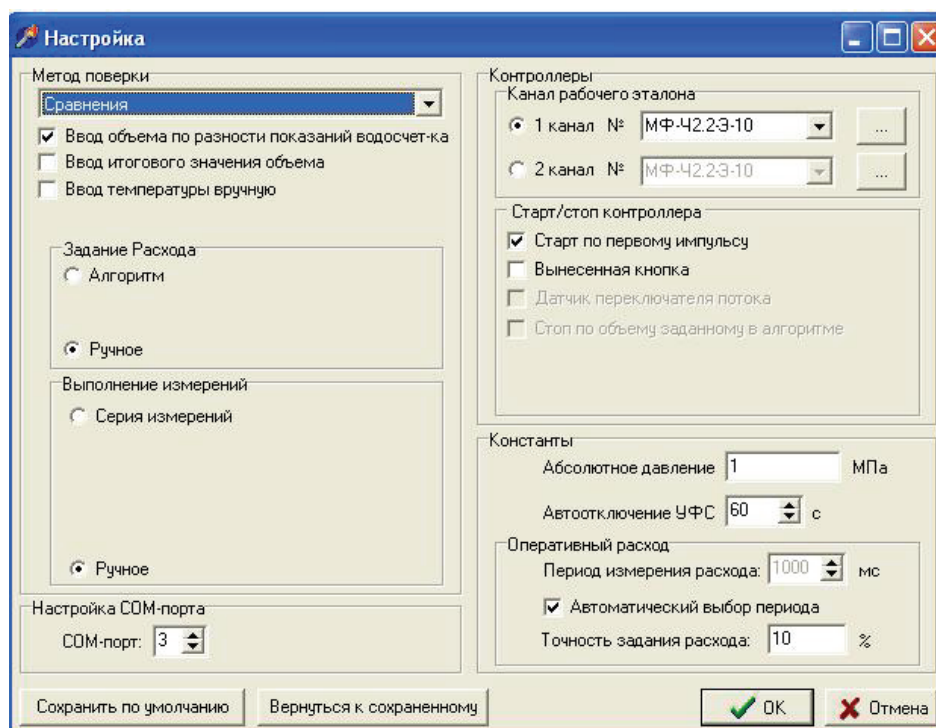

Рисунок 6.4
- Окно «Настройка» (см. Рисунок 6.4) состоит из следующих основных элементов: